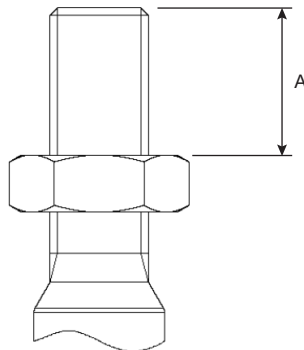

Fig. 4 Quota della filettatura
- Impostare il dado di serraggio stelo alla lunghezza di avvitamento corretta "A" (Fig. 4 e Tabelle 3-5) per il relativo abbinamento valvola - attuatore.